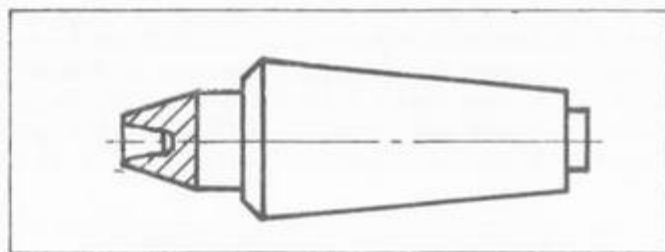

Рис. 13
68. Предложите способ поддержания правого конца заготовки \varnothing до 5 мм. Ответ: необходимо применить обратный центр (рис. 13).